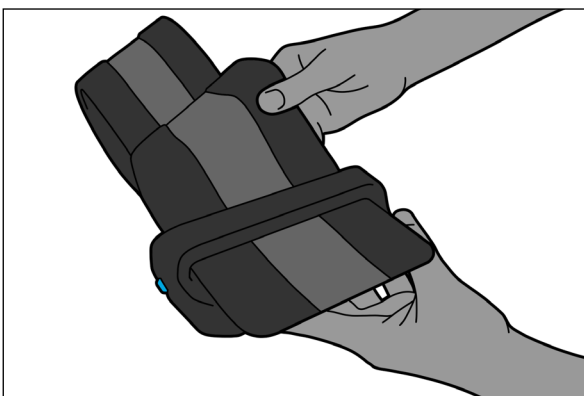
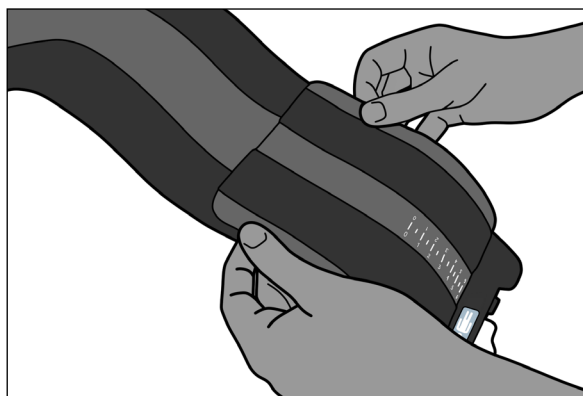

Abb. 2
Abb. 3
2. Legen Sie den Gurt so, dass die Nummern nach unten zeigen, und führen Sie das lange Ende des Gurts durch die Klemme (Abb. 2). Führen Sie den Gurt wieder zurück und achten Sie dabei darauf, dass der Klettverschluss vollständig verbunden ist (Abb. 3).